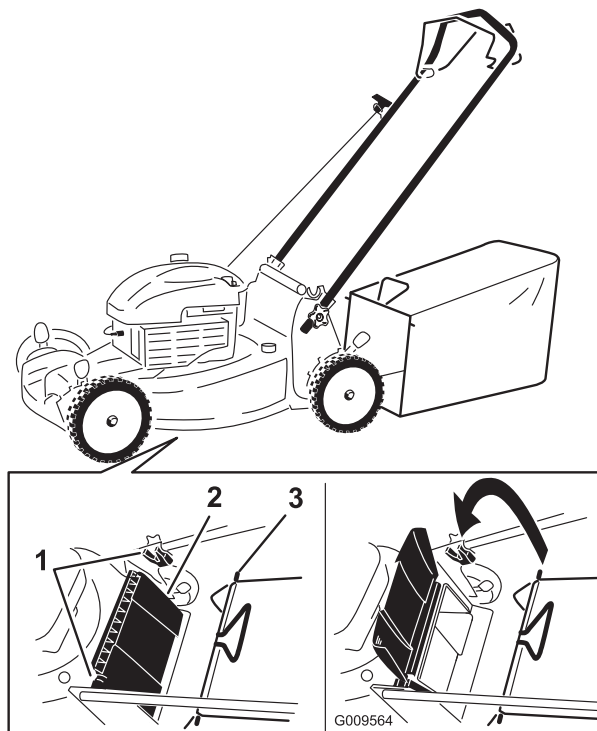

Figure 18
1. Soulevez le déflecteur arrière et gardez-le dans cette position (Figure 18)
2. Montez le bac à herbe en veillant à placer les ergots dans les crans du guidon (Figure 18).